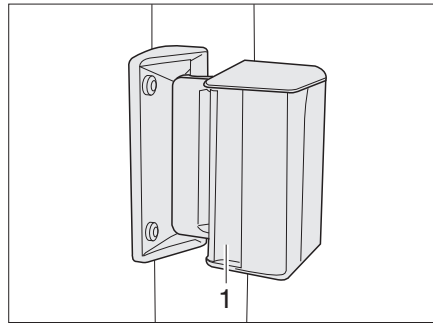

Bild 62 Schiebefenster
- Griff (Bild 62,1) drücken und gleichzeitig nach vorn oder hinten schieben oder ziehen.